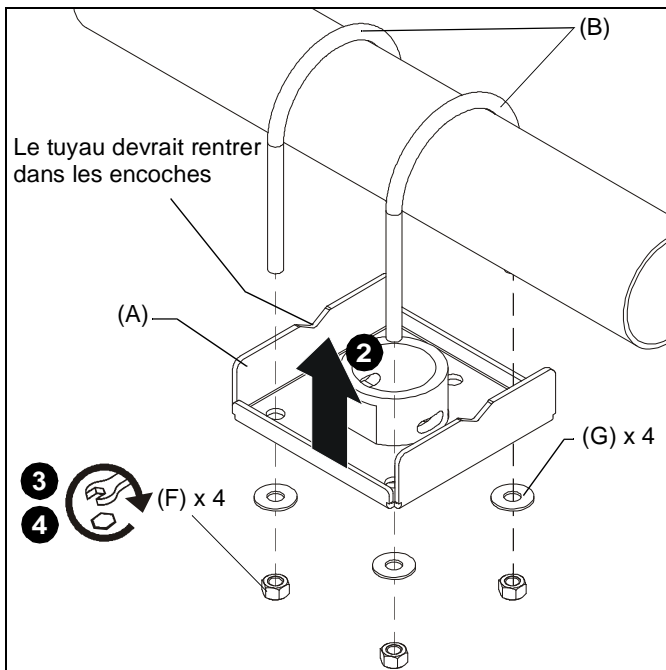

Figure 2
2. Levez la plaque armature (A) et insérez les brides en U dans les trous de la plaque. (Voir la Figure 2)
**REMARQUE** : Si vous installez la plaque armature (A) sur un tuyau, assurez-vous que le tuyau rentre dans les encoches de la plaque. (Voir la Figure 2)
3. Installez sans serrer les écrous 3/8" (F) et les rondelles 3/8" (G).
4. Mettez à niveau le support et serrez les écrous (E). (Voir la Figure 2)